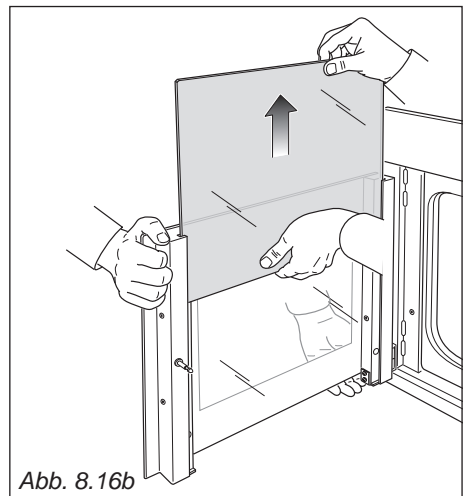

Abb. 8.16b
Eine zweite Person sollte die Glasscheibe vorsichtig entfernen (Abb. 8.16b).
- Ziehen Sie vorsichtig die innere Glasscheibe heraus (Abb. 8.16b).